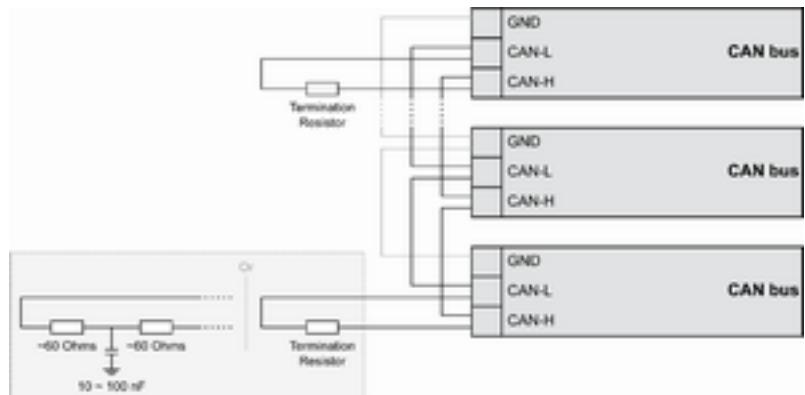

Abb. 54: CAN-Bus - Abschlusswiderstand
Der Abschlusswiderstand wird zwischen CAN-H und CAN-L angebracht (Abb. 54).
- Teilen Sie den Abschlusswiderstand in 2 x 60 Ohm. Die Mittzanzapfung muss über einen Kondensator von 10 bis 100 nF mit der Erde verbunden werden (Abb. 54).